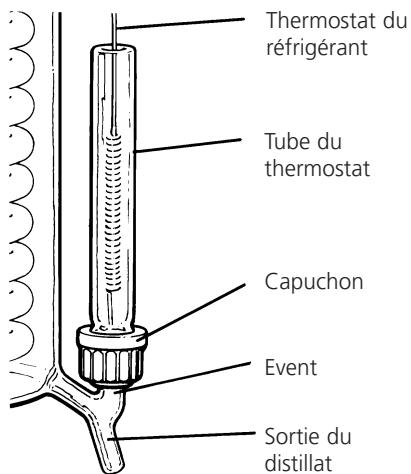

Figure 4a
- Assembler le tube du thermostat du réfrigérant, le capuchon plastique et l'anneau silicone selon la **figure 4a**.
Le capuchon n'étant pas complètement vissé, glisser délicatement le tube sur l'évent de la sortie du distillat. Visser alors le capuchon. Insérer la sonde du thermostat du réfrigérant dans le tube de verre. Tordre délicatement le fil du thermostat de façon à ce qu'il n'obstrue pas l'accès aux boutons de réarmement des thermostats. Voir **figure 4a**.